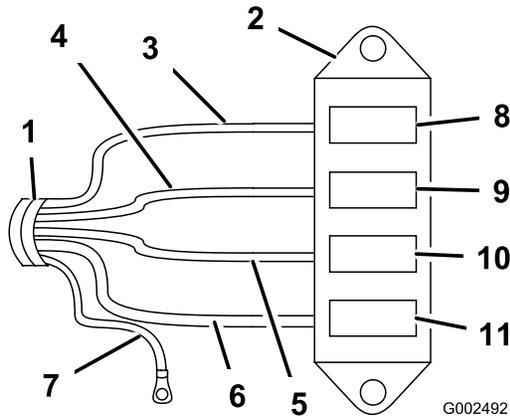

Bild 7
4. Schließen Sie den Kabelbaum am Sicherungsblock an, indem Sie die Drähte am Kabelbaum an die entsprechenden Drahtstecker hinten am Sicherungsbaum anschließen (Bild 7).